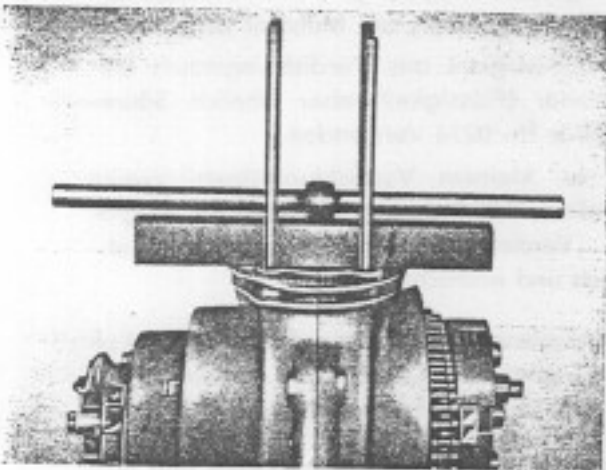
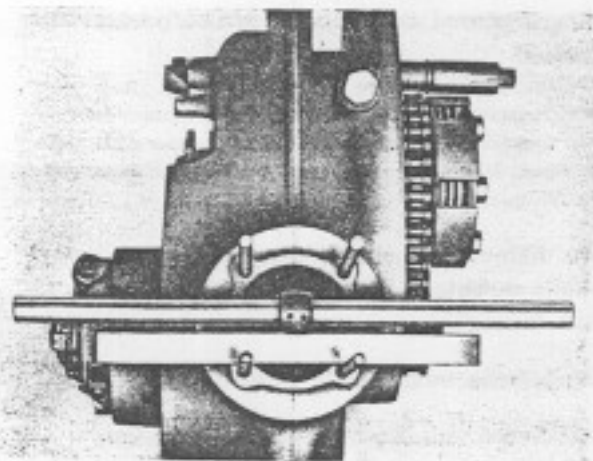

Bild 95. Prüfen der Pleuelstange auf Verwinklung
Bild 96. Prüfen der Pleuelstange auf Verschränkung
27. Vierkanteile Nr. 0623 oder Stahllineal auf Gehäuseflansch auflegen und an Stiftschrauben zur Anlage bringen. Silberstahlstab 12 mm \varnothing durch Pleuelauge stecken. Pleuel auf Verwinklung durch Anvisieren von vorn auf Verwinklung durch Anvisieren von oben (Bild 95) und auf Verschränkung durch Anvisieren von oben (Bild 96) prüfen. Bei Verwinklung oder Verschränkung Pleuel ausrichten mittels in Pleuelauge gesteckten Rundstahlstabes von 12 mm \varnothing (keinesfalls Visierstab dazu verwenden!).